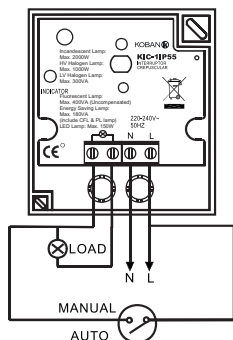

FIG. 4
- Connecter le câble selon le schéma de câblage indiqué en FIG.4. (S'assurer que l'appareil est bien branché.)